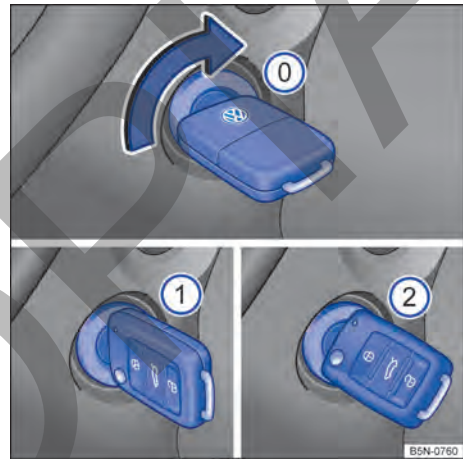

Fig. 78 Al lado del volante de la dirección, a la derecha: posiciones de la llave del vehículo en la cerradura de encendido.
Posiciones de la llave del vehículo → fig. 78
- *Vehículos con arranque en caliente:* girar la llave del vehículo a la posición → fig. 78 ①. El encendido está conectado. En ese momento la luz de control del sistema de arranque en caliente  se encenderá en el instrumento combinado. Esperar a que la luz de control  se apague indicando el final del calentamiento del combustible (esta acción puede ser necesaria en condiciones de arranque con el motor frío).
- *Vehículos sin arranque en caliente:* girar la llave del vehículo a la posición → fig. 78 ①. El encendido está conectado.
- Gire la llave del vehículo en el cilindro del encendido hacia la posición → fig. 78 ② – no acelere. Cuando el motor comience a funcionar, soltar la llave del vehículo en la cerradura de encendido.
- *Vehículos con arranque en caliente:* girar la llave del vehículo en el cilindro del encendido hasta la posición → fig. 78 ② para poner en marcha el motor – sin acelerar. En caso de que no se respete la etapa 5, la luz de control  parpadeará indicando la necesidad de interrumpir el procedimiento de arranque y repetirlo después de volver la llave a la posición → fig. 78 ① y esperar aproximadamente 10 segundos.
- *Vehículos sin arranque en caliente:* girar la llave del vehículo en el cilindro del encendido hasta la posición → fig. 78 ② para poner en marcha el motor – sin acelerar.
- Gire la llave del vehículo en el cilindro de encendido a la posición → fig. 78 .